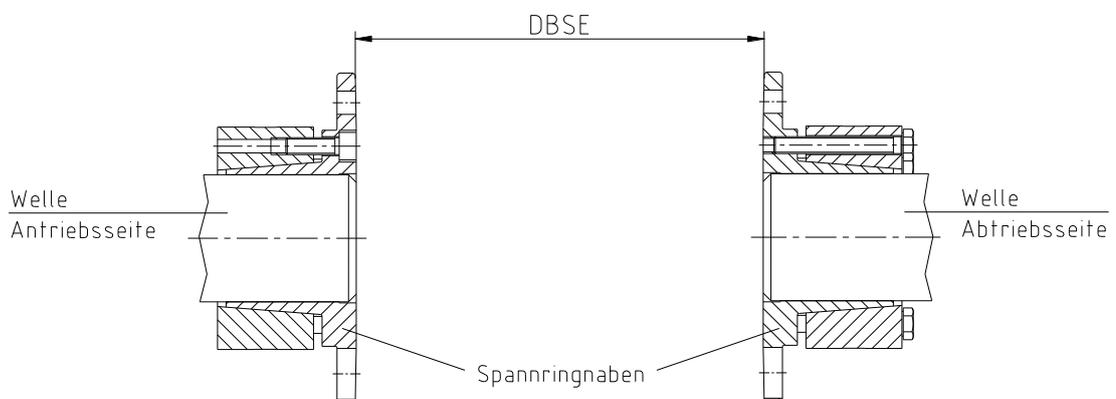

Bild 18: Montage der Spannringnaben
- Montieren Sie die Spannringnaben auf die Welle der An- und Abtriebsseite (siehe Bild 18).
- Die Innenseiten der Spannringnaben müssen bündig mit den Stirnseiten der Wellen abschließen (siehe Bild 18).